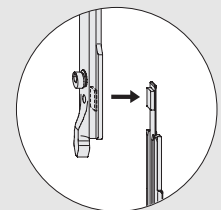

Bild 1
- > **E** Schließzapfen (31) und Exzenterniet (30) nach Ansicht (siehe Seite 2) montieren.
- > **A** Schieber (Seite 2: 28) mit Schubstange S4 und Eckumlenkung VSU/BSO (29) senkrecht an der BSO einschieben.
- B** Schließer DK (15), Schere LM 4200 (14) und Schubstange S3 waagrecht an der VSO einschieben.
- > **C** Schließer DK (15) mit Eckumlenkung VSU/BSO (29) kuppeln. Auf korrekte Positionierung des Kupplungsstückes der Eckumlenkung VSU/BSO (29) achten.
- D** Winkelbandlager (10) und Schere LM 4200 (14) mit Senkschraube M5 x 7,5 (11) verschrauben (Drehmoment  $2,5 \pm 0,25$  Nm).
- E** Schere LM 4200 (14) nach Angaben auf Seite 4 positionieren und mit Stanzschrauben befestigen.
- > **F** Schieber (28) mit Schubstange S5 und Eckumlenkung VSU/BSO (29) waagrecht an der VSU einschieben.
- G** Kippriegel (23), Schubstange S1, Kupplungslasche (20-21), Schubstange S2 und Eckumlenkung VSO (16-17) senkrecht an der VSO einschieben.
- > **H** Eckumlenkung VSU/BSO (29) mit Kippriegel (23) kuppeln. Auf korrekte Positionierung des Kupplungsstückes der Eckumlenkung VSU/BSO (29) achten (Bild 1).
- J** Auflaufbock (25) montieren.
- Nur bei FBS-G **K** Fehlbedienungssperre LM (19) am Hebel Si-line LM (1) mit Zylinderschrauben M5 x 12 (22) anschrauben (Drehmoment  $2,5 \pm 0,25$  Nm).
- K** Hebel Si-line LM (1) mit Zylinderschrauben M5 x 12 (22) anschrauben (Drehmoment  $2,5 \pm 0,25$  Nm).
- L** Ecklagerbolzen (2) in Eckband (5) DIN rechts oder DIN links eindrücken.
- M** Eckband (5) und Klemmstück E (6) mit Senkschrauben M5 x 8,5 (4) verschrauben (Drehmoment  $2,5 \pm 0,25$  Nm).